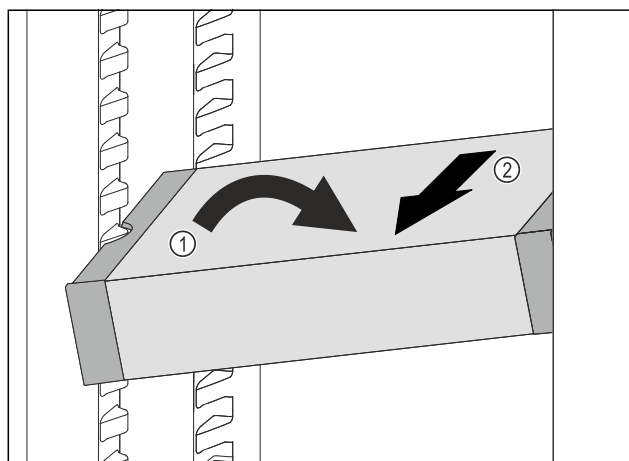

Fig. 143
- VarioSafe in het koelgedeelte schuin zetten. Fig. 143 (1)
- VarioSafe naar voren toe verwijderen. Fig. 143 (2)